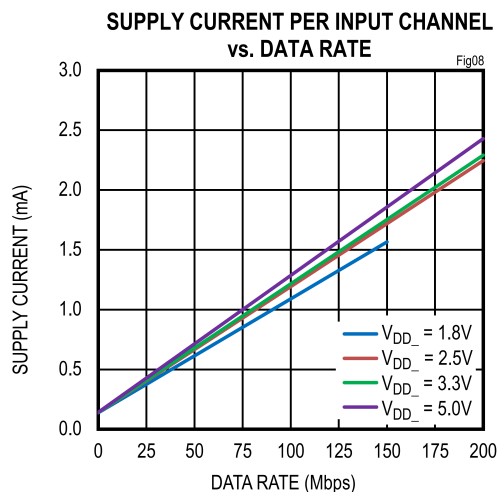
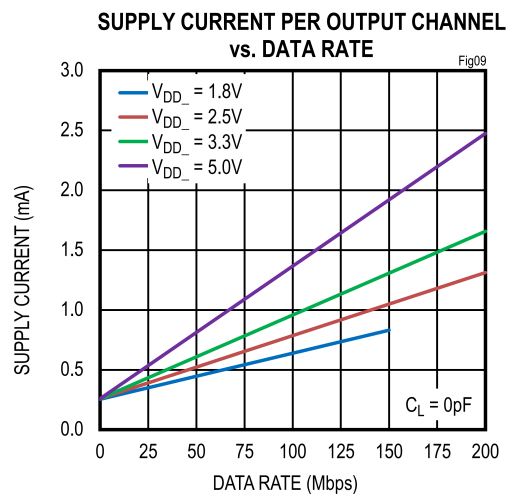

図8. 入力チャンネルの電源電流 (計算値)
図9. 出力チャンネルの電源電流 (計算値)
所定の電源 (V_{DDA} または V_{DDB}) に要求される電流は、各チャンネルに必要な電流の和で概算できます。チャンネルの電源電流は、そのチャンネルが入力であるか出力であるかということとそのチャンネルのデータ・レートによって決まります。更に、そのチャンネルが出力である場合には容量性負荷であるか抵抗性負荷であるかによって決まります。任意のデータ・レートにおける入力または出力の代表的な電流は、図 8 および 図 9 のグラフから算出できます。図 8 および 図 9 のデータは、代表的な動作条件で測定した電源電流値から推定されたものであることに注意してください。
1 つのチャンネルにおける合計電流は、電圧とデータ・レートの関数である無負荷時の電流 (図 8 と 図 9 を参照) と、負荷の種類に依存する負荷電流の和です。容量性負荷に流れる電流は、負荷容量、スイッチング周波数、電源電圧の関数です。
- チャンネル1は2.5V、20Mbpsで動作する入力チャンネルで、消費電流は0.35mA (図8から算出) です。
- チャンネル2は2.5V、100Mbpsで動作する入力チャンネルで、消費電流は1.19mA (図8から算出) です。
- チャンネル3と4はDC信号により2.5Vで動作する入力チャンネルで、消費電流は0.14mA (図8から算出) です。
- チャンネル5は2.5V、50Mbpsで動作する出力チャンネルで、消費電流は0.52mA (図9から算出) です。
- チャンネル6は2.5V、200Mbpsで動作する出力チャンネルで、消費電流は1.31mA (図9から算出) です。
- チャンネル1は3.3V、20Mbpsで動作する出力チャンネルで、消費電流は0.40mA (図9から算出) です。
- チャンネル2は3.3V、100Mbpsで動作する出力チャンネルで、消費電流は0.96mA (図9から算出) です。
- チャンネル3と4はDC信号により3.3Vで動作する出力チャンネルで、消費電流は0.26mA (図9から算出) です。
- チャンネル5は3.3V、50Mbpsで動作する入力チャンネルで、消費電流は0.68mA (図8から算出) です。
- チャンネル6は3.3V、200Mbpsで動作する入力チャンネルで、消費電流は2.29mA (図8から算出) です。